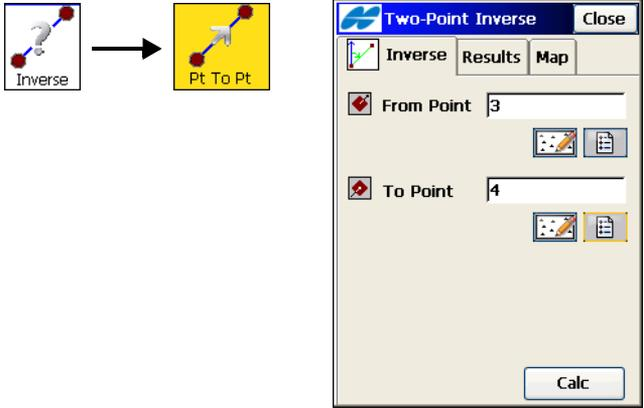

Abbildung 10-1. Richtungswinkel und Strecke
1. Wählen Sie die Punkte für die Funktion auf der Karte oder in einer Liste (Abbildung 10-1 auf Seite 10-2).